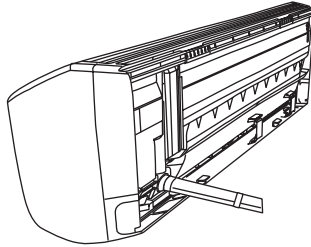

图7
(1) 当要把铜管从后面引出时，将铜管、排水管 and 连接电缆一起用附件 ⑪ 胶带绷紧。（图7）